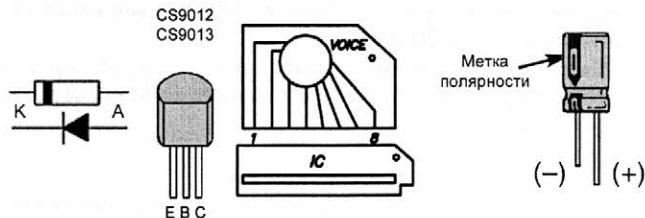

Рис.4 Цоколевка элементов
**ПРИМЕЧАНИЕ:** Микросхема DA1 устанавливается в паз на печатной плате. Цоколевка элементов показана на **рис.4**.